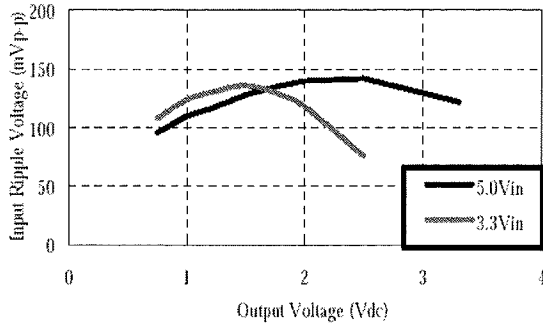

図7 Input voltage ripple VS Output voltage
- 2、 4 \times 100 μ F タンタルコン // 2 \times 47 μ F セラコン . . . 図7